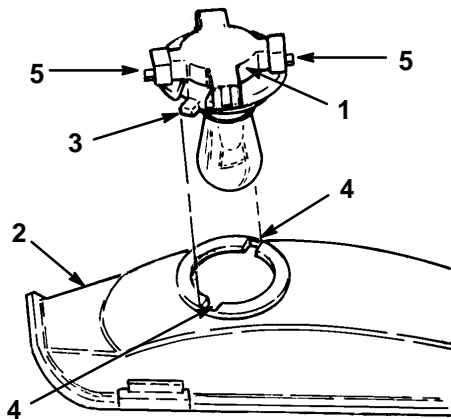

Abbildung 50
3. Die Birnenfassung um 1/4 Umdrehung im Gegenuhrzeigersinn drehen und aus dem Reflektor nehmen (Abb. 50).
2. Die Birnenfassung hat zwei Zungen (Abb. 50). Die Zungen auf die Schlitze im Reflektor ausrichten, die Birnenfassung in den Reflektor einsetzen und im Uhrzeigersinn 1/4 Umdrehung bis zum Anschlag drehen.